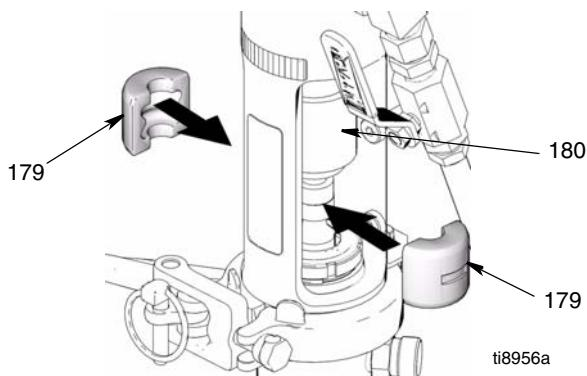

Рис. 17
5. (Рис. 17) Сдвиньте крышку соединителя (180) вверх для доступа к штоку поршневого насоса. Установите штоковые соединители (179) поверх штока.